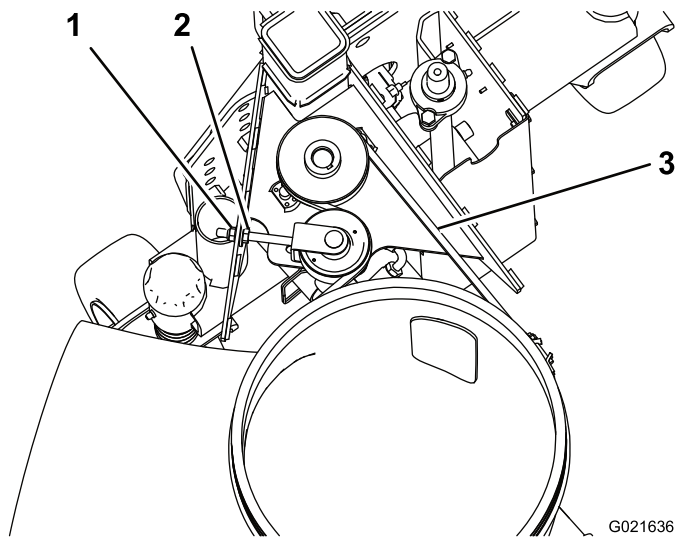

Figura 28
1. Compruebe la tensión presionando la correa en el centro del tramo más largo con una fuerza de 30 Nm (Figura 28). La correa debe desviarse 4,8 mm. Si la desviación no es la correcta, continúe con el paso siguiente. Si es correcta, siga usando la máquina.
2. Para aumentar la tensión de la correa, afloje la tuerca hexagonal y apriete la tuerca con arandela prensada hasta obtener la tensión deseada (Figura 28). No apriete excesivamente.